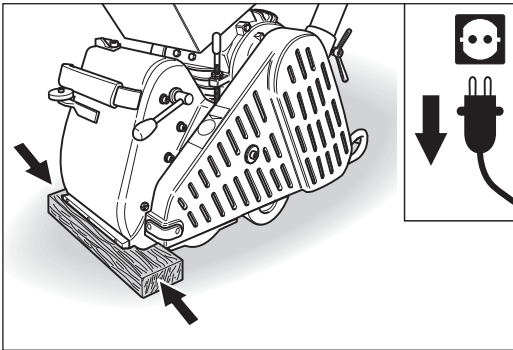

Abb. 45 Transport oder Lagerung der Maschine auf einem Holzstück.
- Legen Sie beim Transport oder bei der Lagerung der Maschine ein Holzstück zwischen Untergrund und Maschinengehäuse (Abb. 45)! So kann das Gehäuse nicht verrutschen und Beschädigungen an der Schleifwalze werden vermieden!